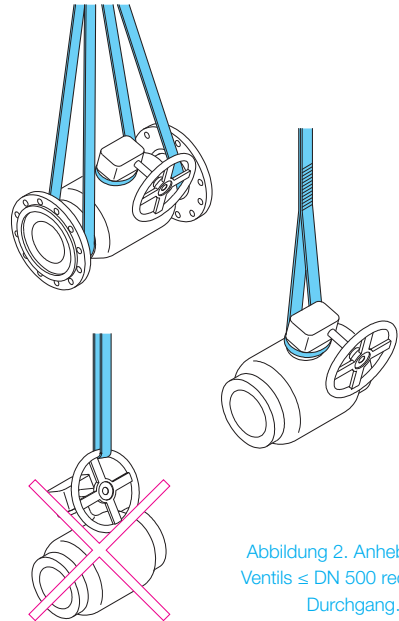

Abbildung 2. Anheben des Ventils \leq DN 500 reduzierter Durchgang.
Verwenden Sie Hebezeug zum Anheben der größeren Ventile. Das Anheben des Ventils am Stellartrieb oder Schaft ist untersagt (siehe Abb. 2 und 3).
- Verwenden Sie eine der in Abb. 2 dargestellten zulässigen Hubverfahren.